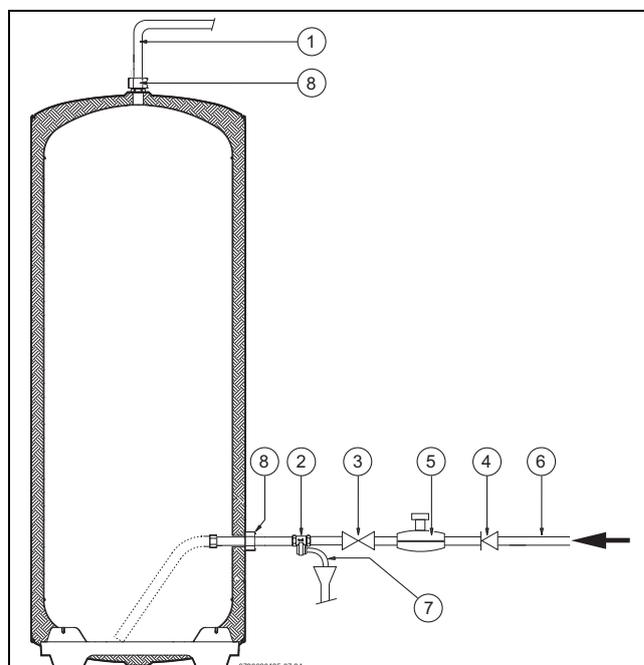

Fig. 7 Ligação de água
- ▶ Instalar a válvula de segurança na entrada de água do termoacumulador (ver Fig. 7).
Se a pressão de entrada de água for superior a 80% da pressão máxima do termoacumulador (6 bar), ou seja 4.8 bar, instalar uma válvula redutora (ver Fig. 7).
De forma a evitar problemas provocados por alterações de pressão súbitas na alimentação, aconselha-se a montagem de uma válvula anti-retorno a montante do termoacumulador, ver Fig. 7, pos. 4.
- ▶ Feche a válvula de corte de água (ver Fig. 7).